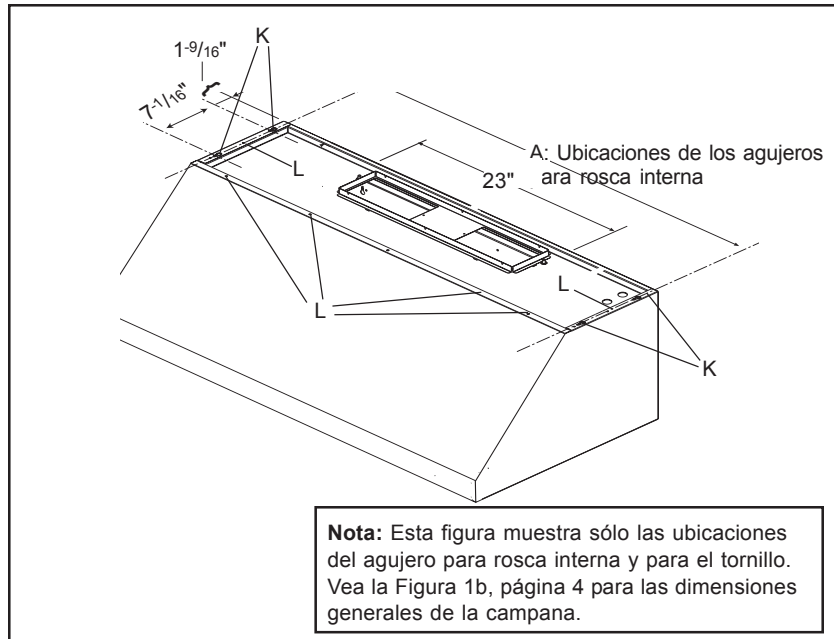

Figura 10: Ubicaciones de los agujeros para rosca interna y para los tornillos
La Figura 10 muestra los cuatro agujeros (K) de tornillo que se usan para fijar la campana a la parte inferior del gabinete.
1. Perfore agujeros para rosca interior de 1/8" en la base del gabinete (Vea la dimensión A en la Figura 10 y en la Tabla). Fije cuatro tornillos #10 x 1" (vienen incluidos con la campana), dejando 1/4" expuesto.
5. Inserte los tornillos que se incluyen desde la parte interna de la campana. Perfore agujeros (use los tornillos de #8 x 5/8" que se incluyen), en la parte inferior del gabinete, uno en cada lado y cuatro a lo largo del frente. Vea los agujeros para tornillos marcados "L" en la Figura 10.